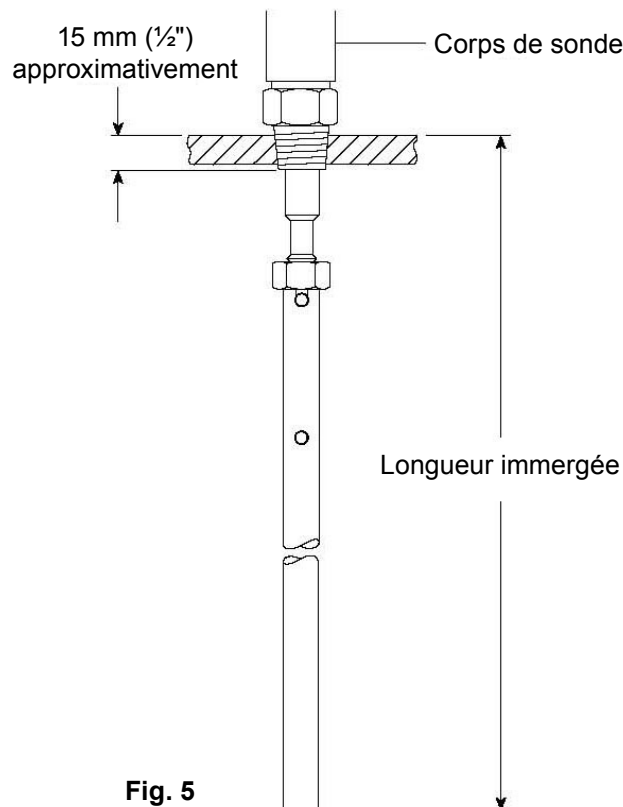

Fig. 5
- Utiliser une fine scie à métaux pour couper la tige à la longueur désirée (voir Fig. 5).